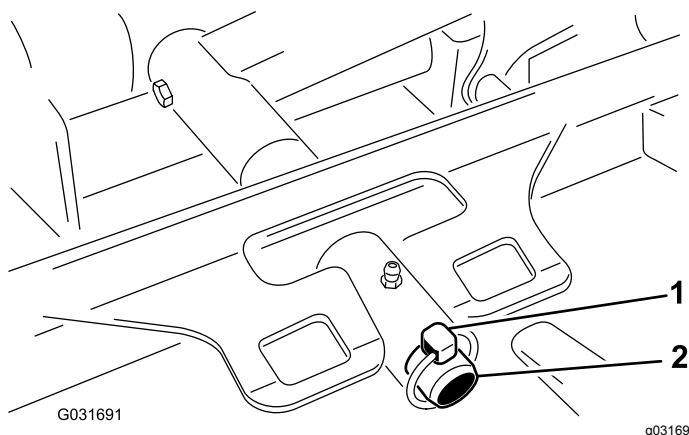

Figura 60
3. Togliete l'acciarino che fissa il telaio portante del piatto di taglio al perno di articolazione del braccio di sollevamento (Figura 60).
3. Fate scorrere il telaio portante del piatto di taglio sul perno orientabile del braccio di sollevamento e fissatelo con l'acciarino (Figura 60).